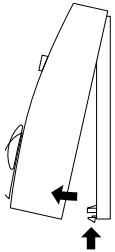

Fig. 19: Oberteil des Funk-Raumtemperaturreglers von der Grundplatte abnehmen
- Rastnase an der Unterseite des Funk-Raumtemperaturregler mit einem spitzen Gegenstand (z.B. Schraubendreher) leicht eindrücken und Oberteil des Raumtemperaturreglers von der Grundplatte abnehmen (Fig. 19).
- Pumpenanschlusskabel in Heatfixx Modul einstecken (siehe Fig. 19 bzw. 23).